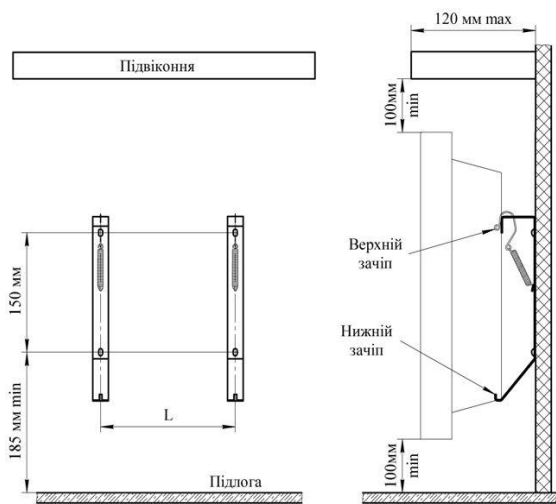

Рис. 1
4.5 Поєднайте прямокутні отвори на задній стінці конвектора з верхніми зачепами кронштейнів (рис. 1) і надіньте конвектор на зачепи.
Увага! Категорично забороняється включати і експлуатувати конвектор без його закріплення на кронштейнах на стіні або без встановлених опор для експлуатації на підлозі. Включати й експлуатувати конвектор дозволяється тільки в положенні, вказаному на рис.1.